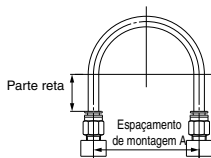

Fig. 1 Configuração recomendada da tubulação
1. Ao conectar os tubos usando conexões instantâneas, deixe algum comprimento de tubo extra, como mostra a Fig. 1, Configuração recomendada da tubulação.